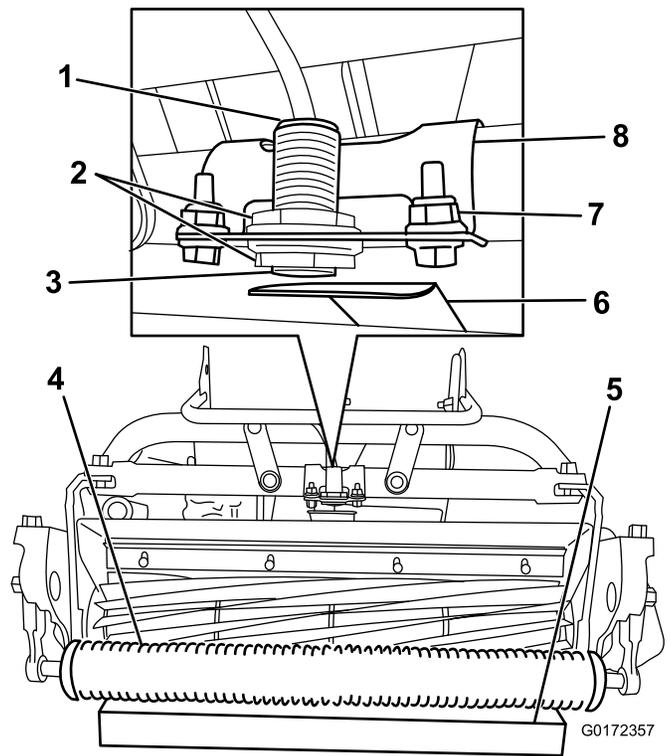

**Figure 13**
**Remarque:** Si vous n'arrivez pas à accoupler la prise du bloc batterie au connecteur du faisceau de la machine quand le bloc batterie est en place, vous pouvez à la place connecter le faisceau au bloc batterie avant d'installer le bloc batterie. Retirez le connecteur d'alimentation principal (Figure 13) du socle de la batterie. Installez le connecteur sur la batterie comme décrit. Installez la batterie sur le socle en faisant passer
15. Branchez le connecteur à poignée en T du faisceau de câblage principal au connecteur d'alimentation principal sur le socle de la batterie (Figure 13).